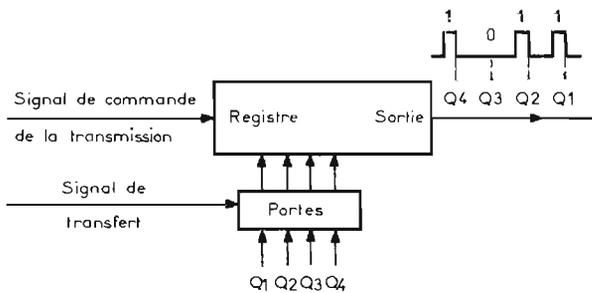
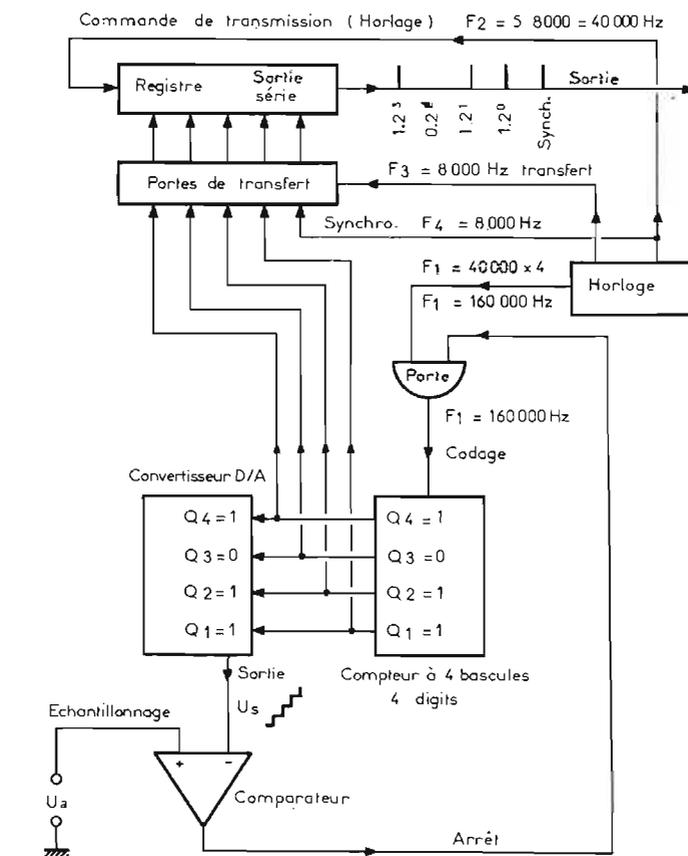

Fig. 2
Fig. 3
Une fois la conversion terminée, on expédie les états binaires du compteur arrêté vers un registre à travers des portes de transfert (Fig. 2). On ouvre ces portes à la fin du codage à l'aide d'un signal de transfert de courte durée. Pendant que le registre délivre à sa sortie successivement les états binaires correspondant au niveau analogique de la tension qui vient d'être codée, les portes de transfert sont fermées et le compteur repart à la recherche des états binaires correspondants à une nouvelle valeur de la tension analogique. Le codage de cette tension s'effectue donc simultanément avec la transmission des impulsions codées concernant la tension qui a précédé et ceci grâce au registre.
Si nous effectuons 8 000 codages par seconde, la vitesse de transmission sera de $8 000 \times 4 = 32 000$ bits par seconde étant donné que chaque codage comporte 4 bits. La vitesse de transmission est alors de 32 000 bauds. Un bit se présente sous forme d'une impulsion qui correspond à l'état « 1 » ou sous forme d'un blanc c'est-à-dire l'absence d'une impulsion qui correspond à l'état « 0 » (Fig. 2). La synchronisation du récepteur exige encore un digit ce qui porte le nombre à 5 et la vitesse de transmission à $8 000 \times 5 = 40 000$. La figure 3 montre le schéma synoptique d'une transmission à 5 bits dont 4 bits pour le codage de la tension et 1 bit pour la synchronisation de l'horloge du récepteur.
codage est de 160 000 Hz (Fig. 3). Le déplacement dans le registre s'effectue ici à la vitesse de transmission des digits, c'est-à-dire à 40 000 Hz. Le premier bit est réservé à la synchronisation et les quatre bits suivants au codage de l'amplitude du signal analogique U_a . Dans l'exemple de la figure 3, l'amplitude de la tension U_a est au niveau 11 que le registre transmet après codage par le mot binaire 1 0 1 1 en commençant par le poids le plus faible 1.2^0 suivi par 1.2^1 , 0.2^2 et 1.2^3 donc par une impulsion (1) suivie d'une seconde impulsion (1), ensuite un blanc (0) et pour terminer une autre impulsion (1). Dans le cas où la tension U_a est constante le registre transmet 8 000 fois par seconde le même codage accompagné chaque fois d'une impulsion de synchronisation. Dans le cas où la tension U_a varie en amplitude, le codage peut avoir 8 000 mots différents par seconde.